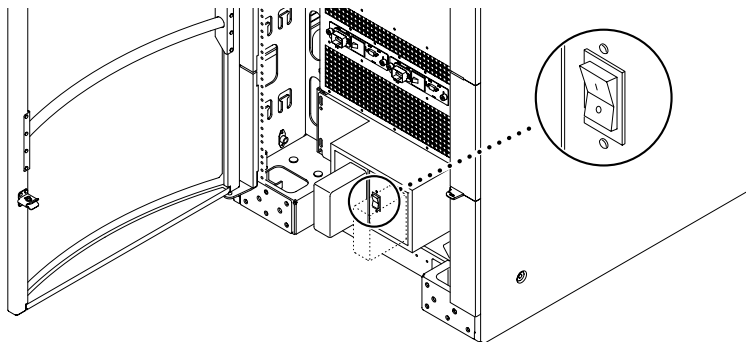

FIGURE 2-5 Interrupteur de courant alternatif RTS du système Sun Fire E6900
1. Assurez-vous que tous les interrupteurs RTS (Redundant Transfer Switch) sont mis en position off à l'avant et à l'arrière du système (FIGURE 2-5).